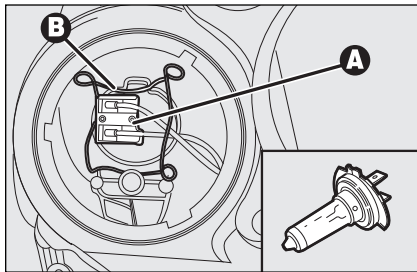

fig. 26
- maak de stekker **A-fig. 26** los;
- monteer de nieuwe lamp en maak de bevestigingsveer **B-fig. 26** van de lamp vast;